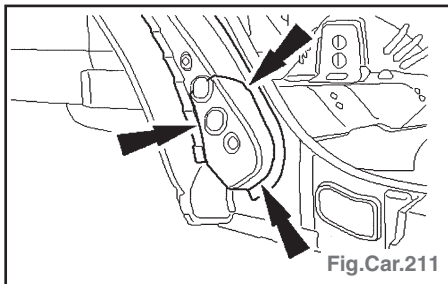

Fig.Car.211
- Renfort de passage de roue : Ligne de coupe préalable (Fig.Car.211).